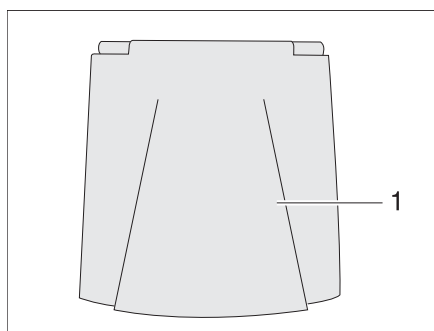

Bild 33 Lucka för bränslepåfyllningsrör
- Öppna luckan (Bild 33,1).
- Stick in nyckeln i låscylindern (Bild 33,3) och vrid moturs.
- Locket tas av (Bild 33,2).